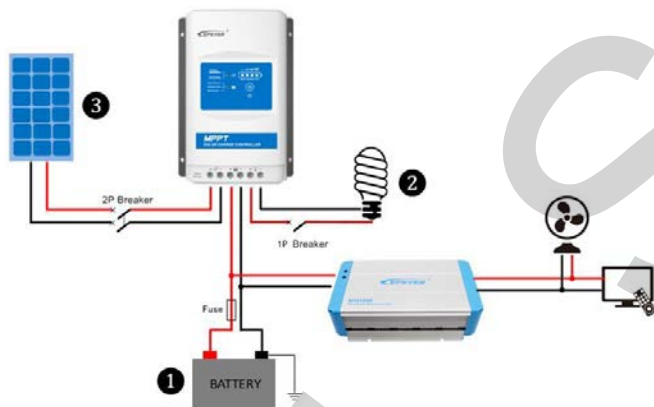

Figure 2-2 Διάγραμμα καλωδίωσης
Βήμα 2: Η σύνδεση πρέπει να γίνει με τη σειρά ❶ μπαταρία → ❷ φορτίο → ❸ ΦΒ με βάση το Figure 2-2, "Διάγραμμα καλωδίωσης" και να αποσυνδεθεί με την αντίστροφη φορά ❸ ❷ ❶.